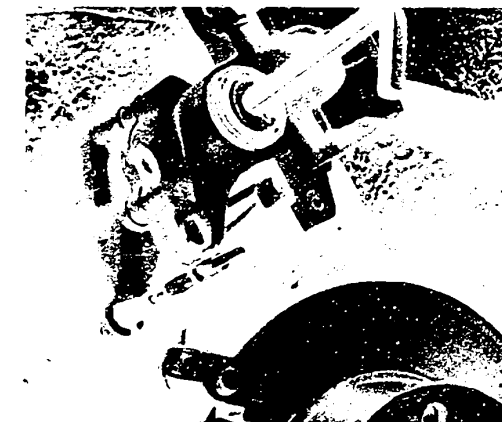

Bild 43 Das Zurückstellen des Zylinders an den hinteren Bremssätteln erfolgt durch kräftiges Hineindrücken und Drehen des Inbusschlüssels nach rechts.
d) Am **Bremssattel hinten** wird der Kolben durch Drehen nach rechts und kräftiges Drücken auf den Inbusschlüssel zurückgestellt (Bild 43). Nach dem Wechseln der Bremsklötze ist immer die folgende Grundeinstellung vorzunehmen: